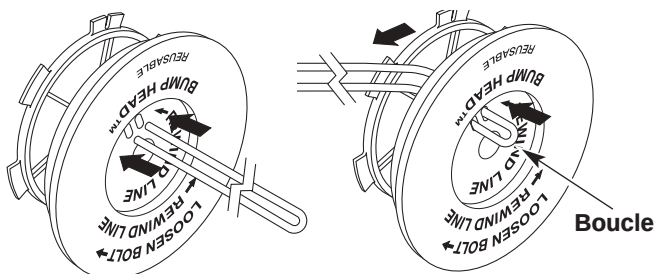

Fig. 35
- Découpez environ 12,2 m (40 pi) de fil neuf et faites-en deux boucles de longueurs égales. Insérez chaque extrémité de fil dans l'un des deux trous du moulinet (Fig. 35). Tirez le fil à travers le moulinet pour que la boucle soit le plus petit possible.